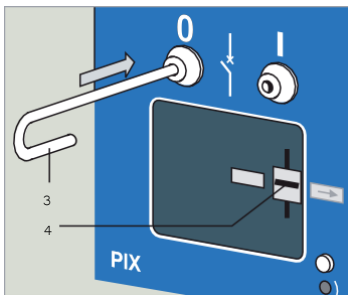

Fig. 10.20
Enficher la tige de manoeuvre dans le guidage gauche dans la porte frontale et pousser complètement en arrière (Fig. 10.20, 3). Le disjoncteur se déclenche. L'indicateur de position affiche "DECLENCHE" (4).